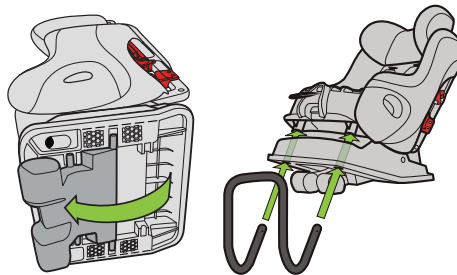

Figure 59
- Tournez le pied d'inclinaison en position orientée vers l'arrière en tirant sur le bord de le pied d'inclinaison et en la tournant vers l'avant du siège jusqu'à ce qu'il se bloque, tel qu'illustré dans la **Figure 59**.